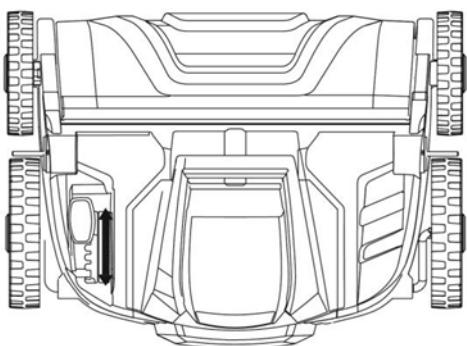

Abb.6.1
Austausch der Walze (Abb. 6.1 - 6.5)
- Stellen Sie das Gerät auf die Motorseite in einem trockenen Bereich und lösen Sie die Flügelmutter, indem Sie sie gegen den Uhrzeigersinn drehen, um die Verriegelung zu öffnen (Abb. 6.1 - 6.2).